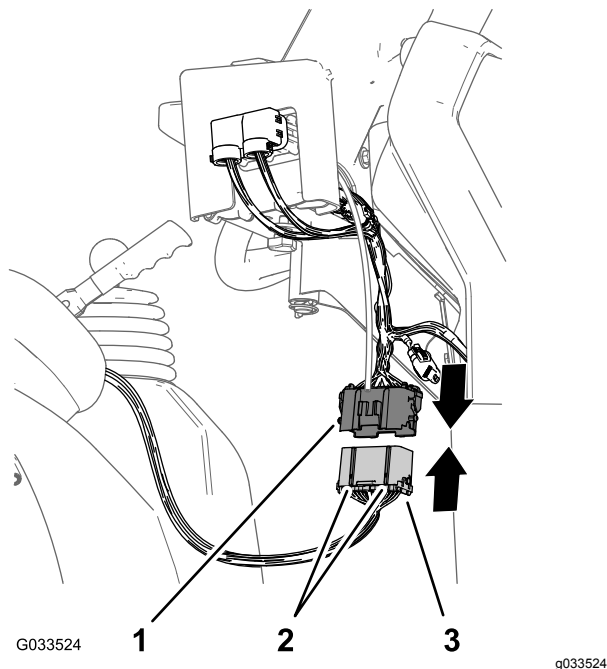

Рисунок 23
1. Совместите 2 выступа 38-штыревого разъема заднего жгута проводов опрыскивателя с 2 пазами 38-гнездового разъема переднего жгута проводов, подсоединенного к управляющей консоли (Рисунок 23).
2. Вставьте разъем заднего жгута проводов в разъем переднего жгута проводов так, чтобы защелки разъемов надежно зафиксировались со щелчком (Рисунок 23).